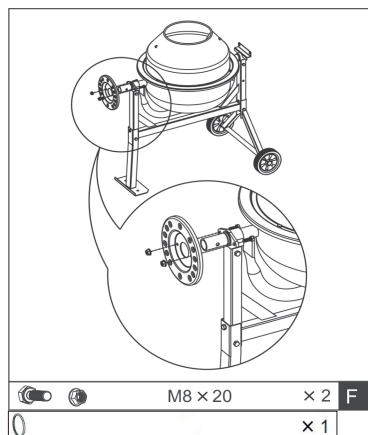

Fig.10
7. Un anello a spirale è preassemblato. Rimuovere l'anello a spirale dall'albero. Quindi far scorrere la piastra di bloccaggio sull'estremità più lunga dell'albero. Il telaio della piastra è rivolto verso l'interno. Far scorrere la piastra sull'albero. Far scorrere l'anello a spirale sull'albero. Fissare la piastra di bloccaggio con due viti di tipo M8x20 (F), Fig.10.